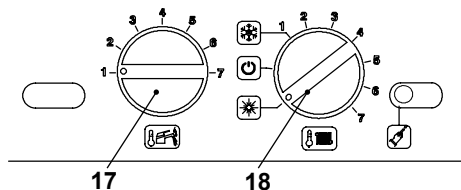

Figura 2.5
- Ruotate il selettore 18 come in Figura 2.5.